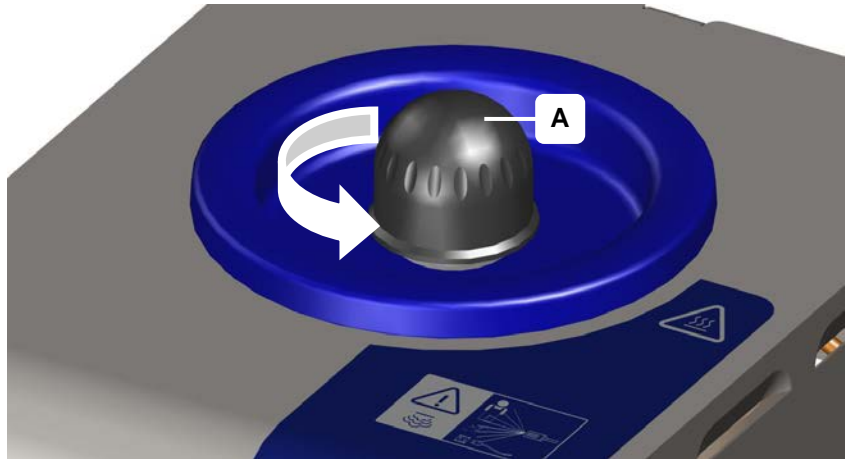

Imagen 6.2.1: Abrir/cerrar el depósito bajo presión
2. Abra despacio el depósito bajo presión-tapa roscada (Imagen 6.2.1 llenar el aparato).